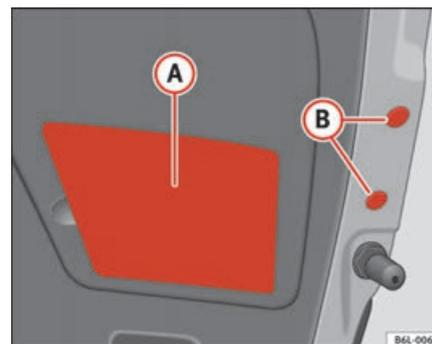

Fig. 162 Luz traseira na tampa do porta-bagagens
- Retire a cobertura de plástico (A) ⇒ página 231, fig. 162 e as tampas de plástico (B) ⇒ página 231, fig. 162 fazendo alavanca cuidadosamente com a parte plana da chave de fendas e tendo cuidado para não riscar a pintura.